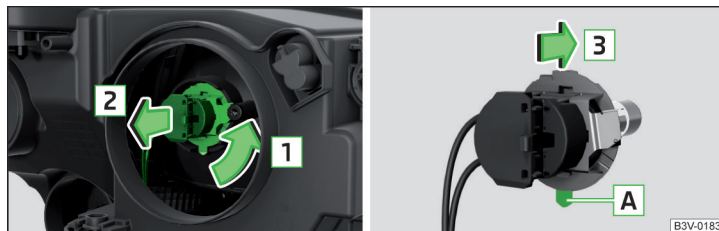

Abb. 272 Glühlampe für Ablendlicht und Fernlicht wechseln
- Den Stecker mit der Glühlampe in Pfeilrichtung **1** drehen » Abb. 272.